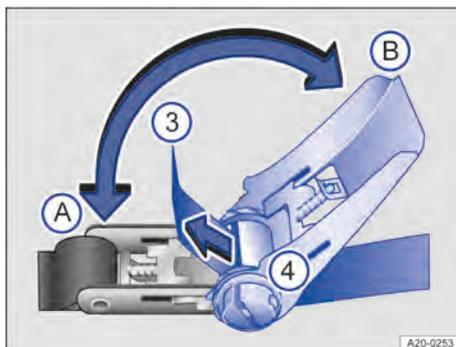
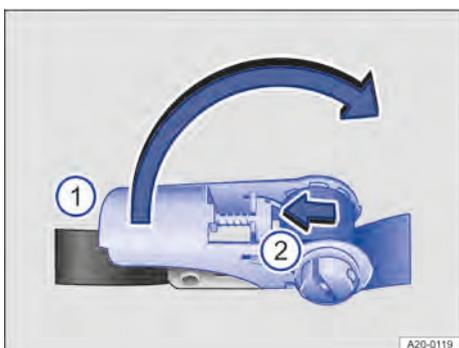

Fig. 142 Soltar e apertar a alavanca no cinto com catraca.
Fig. 141 Soltar e apertar a alavanca no cinto com catraca.
1. Pressionar a válvula corredeira → Fig. 141 (2) no sentido da seta para fora.
2. Girar a alavanca → Fig. 141 (1) para a posição → Fig. 142 (B).
3. Passar o cadarço do cinto de segurança → Fig. 142 (3) por trás pelo eixo com fenda (4) e apertar o cinto.
4. Oscilar a alavanca → Fig. 141 (1) alternadamente entre as posições → Fig. 142 (A) e (B) até que o cadarço do cinto de segurança tenha se enrolado duas a três vezes ao redor do eixo com fenda → ▲.
5. Pressionar a válvula corredeira → Fig. 141 (2) para fora e girar a alavanca → Fig. 141 (1) para a posição → Fig. 142 (A). A catraca está fechada e travada.
4. Puxar o cinto com catraca → Fig. 142 ③ para fora da catraca.